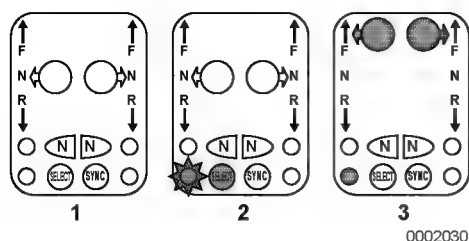

Figure 12
1. **(Figure 12, (1))** affiche un poste habituellement inactif.
2. Appuyez sur le bouton **SELECT** **(Figure 12, (2))**. Le bouton s'allume (en gris sur la **Figure 12**) et le témoin de sélection de poste clignote (étoile autour du cercle **(Figure 12)**).
3. Déplacez la ou les poignées vers l'accélération **F** (avant) ou **R** (arrière) pour faire correspondre l'emplacement de la poignée du poste actif **(Figure 12, (3))**. Les voyants du bouton de poignée correspondant s'allument constamment (en gris sur la **(Figure 12, (3))**) et le témoin de sélection de poste reste constamment allumé (en gris sur la **(Figure 12, (3))**).